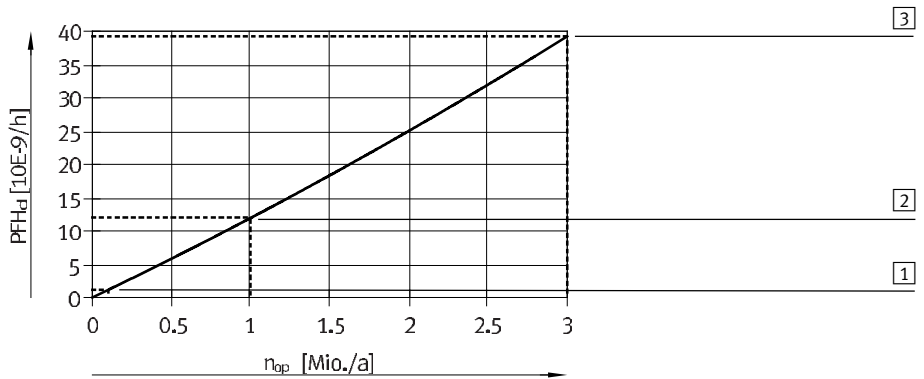

Fig. 11 PFH_d-Wert in Abhängigkeit von der mittleren Anzahl jährlicher Betätigungen n_{op}
– Diagnosedeckungsgrad (DC)	99 %, wenn die logische Verknüpfung von Ansteuer-signal und Signalwechsel des Näherungsschalters (Erwartungshaltung) bei jeder Betätigung der beiden Magnetventile geprüft wird
– Wahrscheinlichkeit eines Gefahr bringenden Ausfalls pro Stunde (PFH _d)	→ Tab. 6 und Fig. 11
Der Steuerblock stellt ein zweikanaliges Subsystem dar. Die Kennwerte zur Sicherheitstechnik (→ Tab. 5) gelten pro Kanal. Der PFH_d-Wert des Subsystems (→ Tab. 6 und Fig. 11) kann z. B. mit SISTEMA²⁾ berechnet werden anhand folgender Werte: